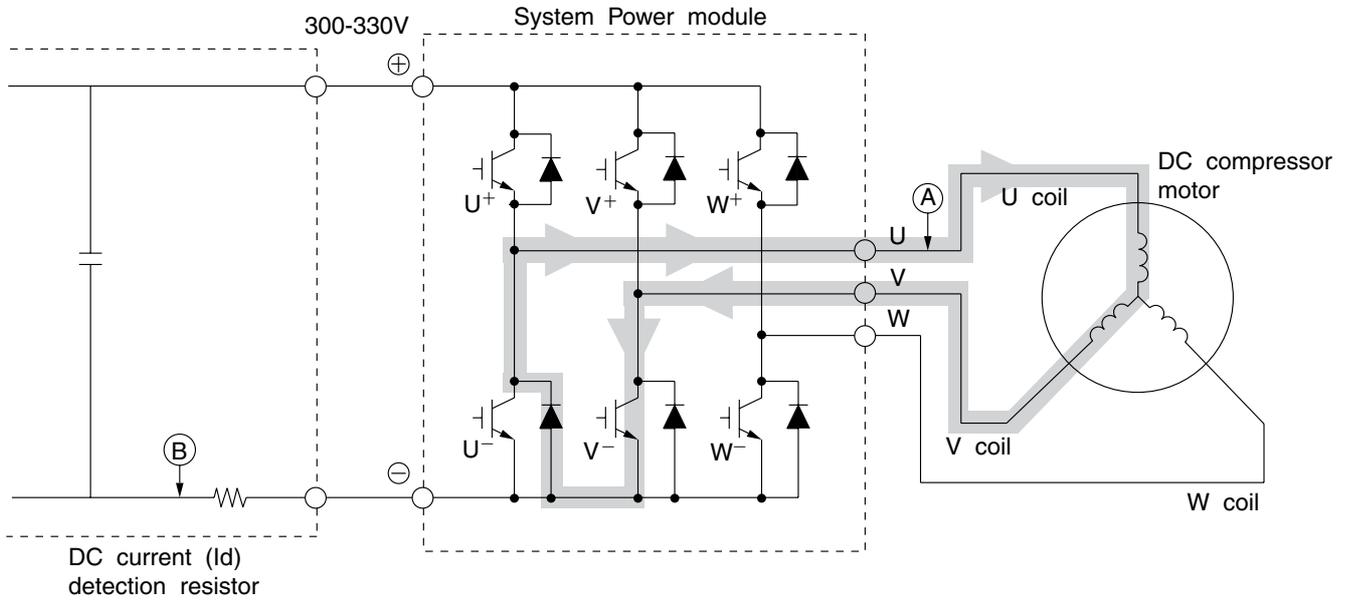

Fig. 3-4 System Power module circuit (U^+ is OFF, V^- is ON)
(1) Quand le transistor U+ est OFF : (par induction de la bobine du moteur) Bobine U → Bobine V → transistor V- → diode de retour → point ⓐ (Fig. 3-4)